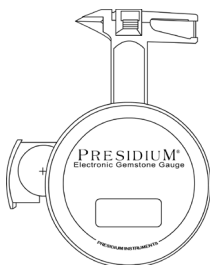

图 1.1
2. 将 CR 2032 3V 电池 (+) 记号朝上放入电池匣，然后将电池滑架侧缘推入以关闭电池匣（图 1.1）。